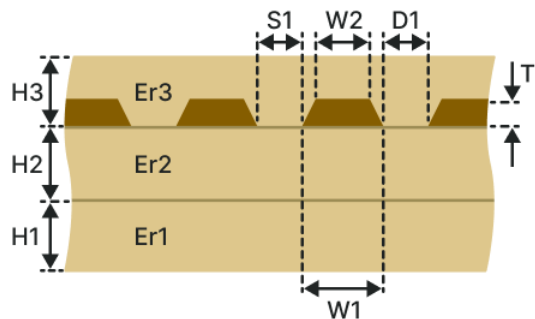

Рис. 184 Копланарная дифференциальная заглубленная ЛП (КДЗ-2Н1В)
- Копланарная дифференциальная заглубленная ЛП (КДЗ-2Н1В), см. Рис. 184.